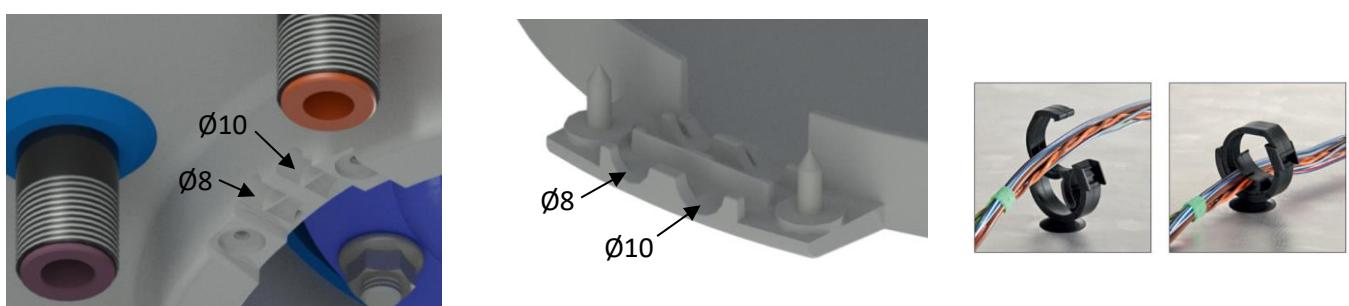
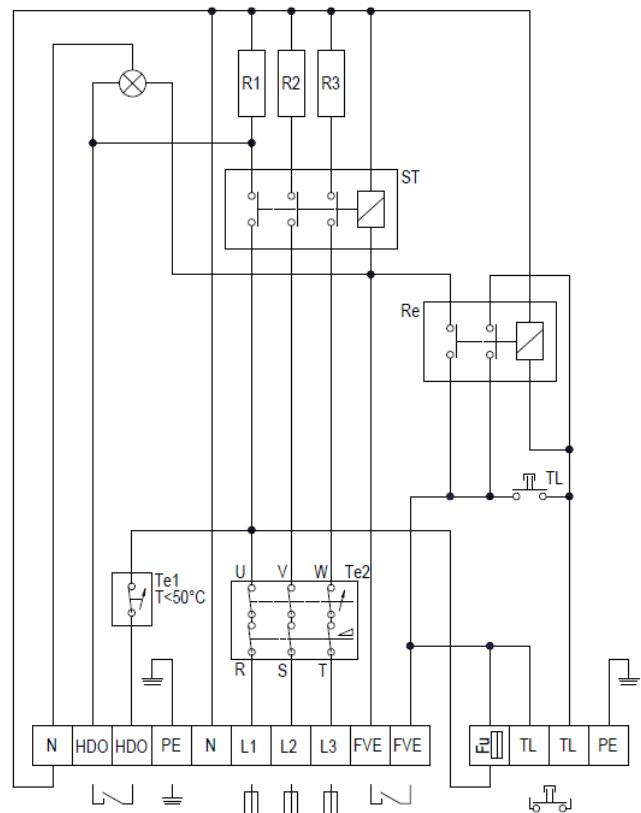

Рисунок 6
Рисунок 7
Подключение выполните согласно приложенной схеме. Подключение, выполненное на заводе, запрещено менять! (Рисунок 7) В крышке электропроводки снимите перегородку, соответствующую диаметру подводящего провода Ø8 или Ø10 (Рисунок 6). Степень защиты электрических компонентов водонагревателя - IP 44. Потребляемая мощность электрического нагревательного элемента 3x2200 Вт. Для крепления приводного кабеля изпользуйте установленные держатели.
- Схема эл. подключения прилагается к водонагревателю на крышке электропроводки (Рисунок 7).